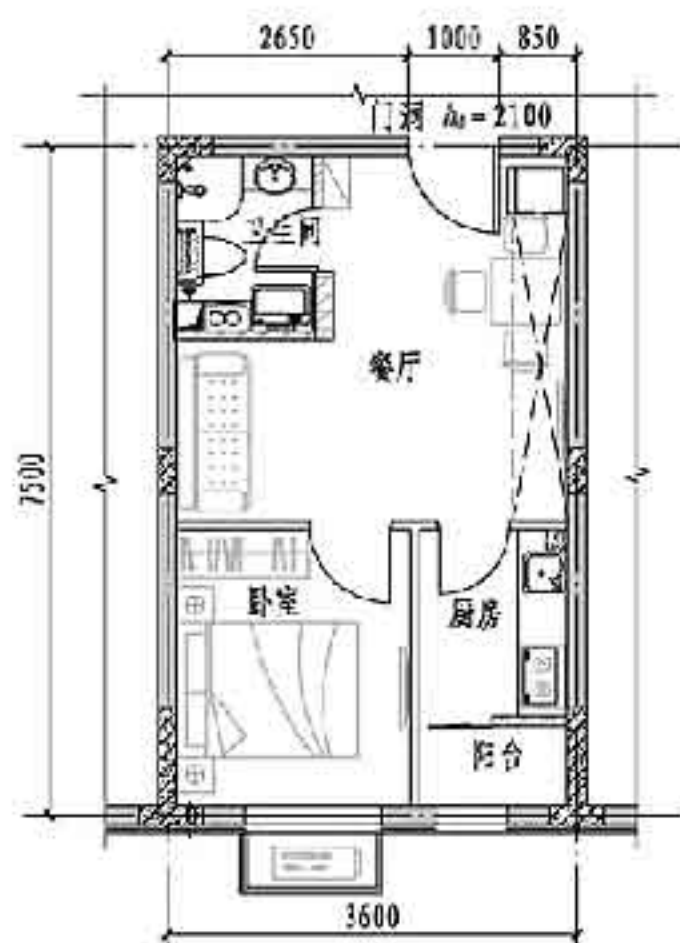
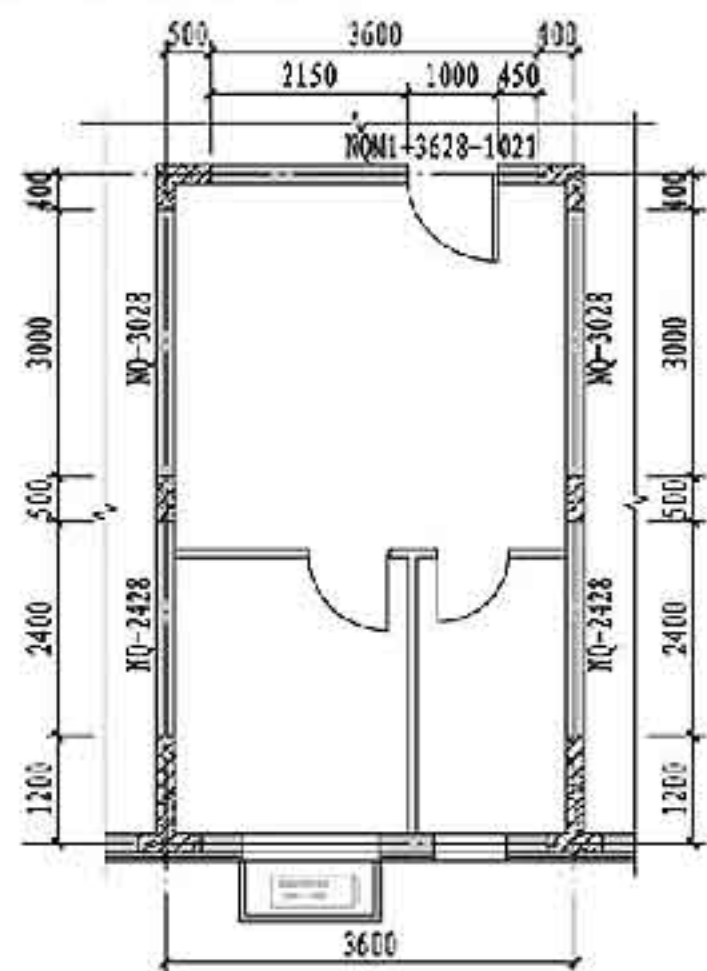

图2 建筑平面图
图3 内墙板选用示例
- 7.3 选用示例：以图2、图3为例说明预制内墙板选用方法。